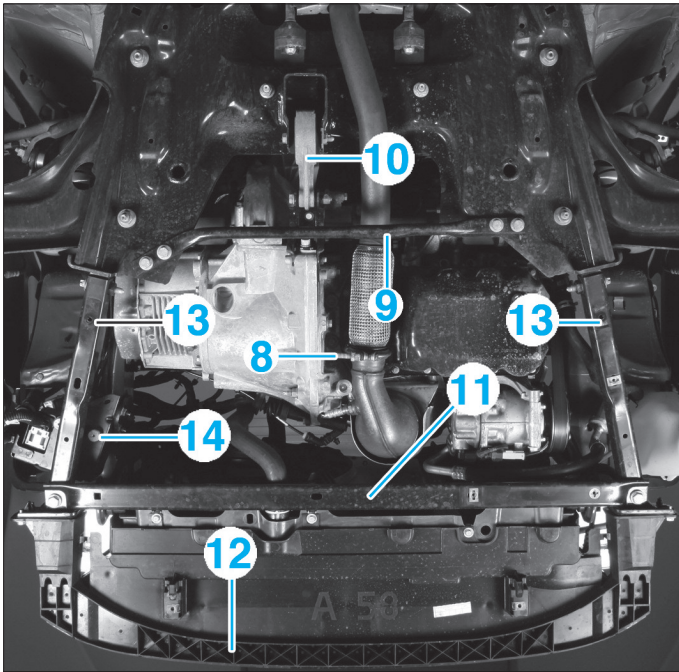

FIG. 5
- le collier d'échappement (8) sur le catalyseur puis l'écarter (Fig.5),
- la barre antirapprochement (9),
- le support moteur anticouple inférieur (10),
- la traverse de renfort inférieur avant (11) du berceau,
- l'absorbeur de choc avant (12),
- les renforts latéraux inférieurs (13),
- les vis du support du groupe hydraulique d'ABS (14).
- Ecarter légèrement le groupe hydraulique d'ABS (14) avec son support.